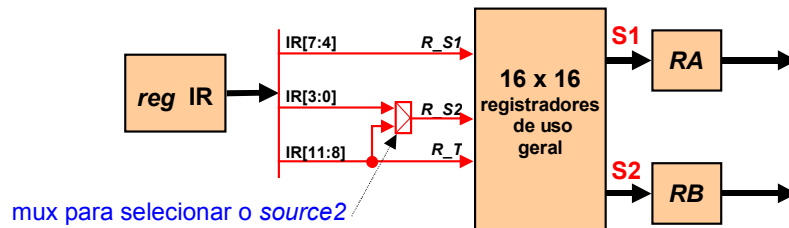

Figura 3 - Hardware para a leitura dos registradores fonte.
- A Figura 3 ilustra os componentes de hardware para a leitura dos registradores fonte.